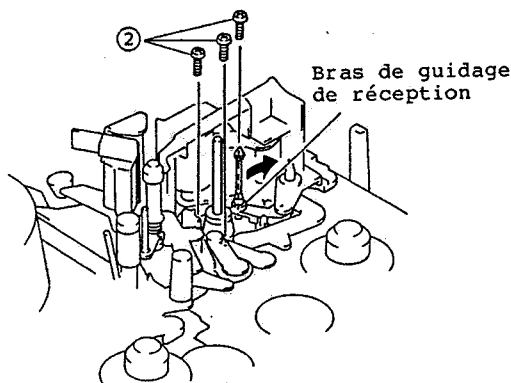
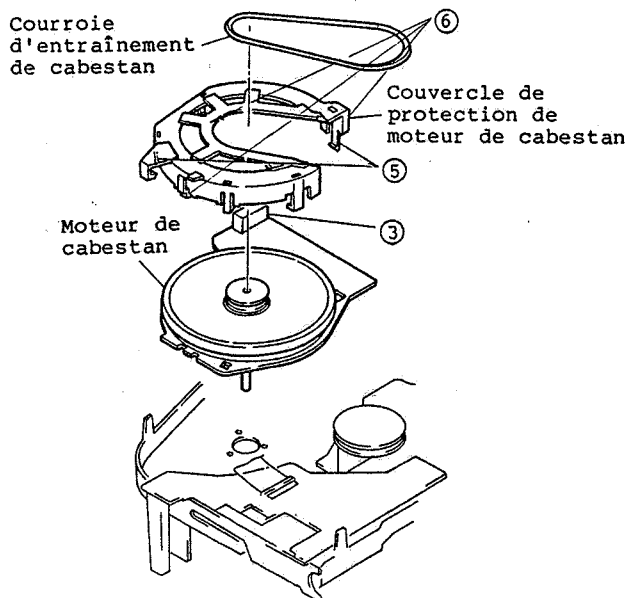

Fig. 2-65
Fig. 2-66
1. Déplacer le bras de guidage de réception en agissant dans la direction indiquée par la flèche (vers le galet-presseur). (Se reporter à la figure 2-65)
2. Retirer les trois (3) vis de fixation immobilisant le moteur de cabestan.
3. Débrancher le connecteur CN1M du moteur de cabestan. (Se reporter à la figure 2-66)
5. Libérer les trois (3) segments de fixation immobilisant le couvercle du moteur d'entraînement de cabestan et le moteur d'entraînement de cabestan.
6. Libérer les trois (3) segments de fixation et retirer le couvercle du moteur d'entraînement de cabestan.